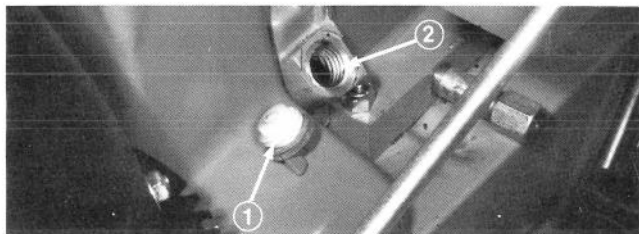

Figure 14
2. Nettoyez le tour du bouchon de remplissage pour éviter que des corps étrangers ne tombent dans le carter lorsque vous enlevez le bouchon (Fig. 14).
3. Enlevez le bouchon qui ferme le trou de remplissage du carter (Fig. 14).
4. Versez lentement 21 onces (0.621 l) d'huile à moteur SAE 5W-30 ou SAE 10 dans le trou de remplissage (Fig. 14). Le moteur peut utiliser toute huile à moteur détergente de haute qualité portant la mention de l'American Petroleum Institute (API) Service, SC, SD, ou SE.